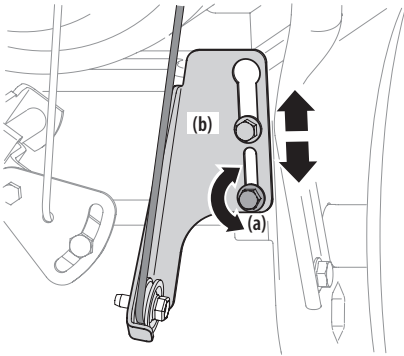

Figura 16
8. Afloje el tornillo hexagonal inferior (a) del soporte del cable de la transmisión (b). Vea la Figura 16.